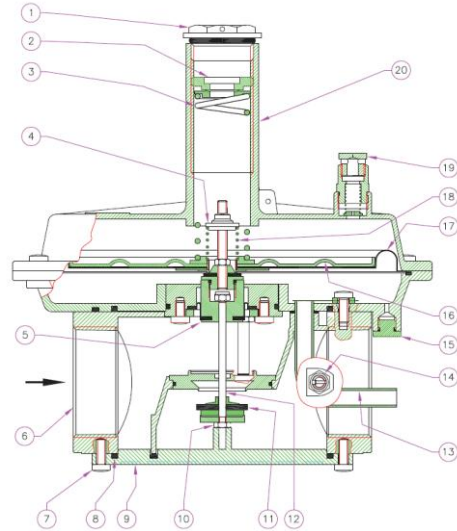

Рис. 2
Регулятор (рис. 2) состоит из: колпачок (1); регулировочный винт (2); пружина регулирования исходящего давления (3); настройка сбросного клапана (4); затвор регулятора (11); корпус (6); винты крепления нижней панели (7); уплотнительное кольцо (8); нижняя панель (9); винт крепления затвора на штифт (10); центральный штифт (12); компенсационная мембрана (5); встроенный импульс (13); штуцер для отбора давления (14); соединение для внешнего импульса G 1/8" (15); рабочая мембрана (16); предохранительная мембрана (17); пружина настройки сбросного клапана (18); сбросное отверстие избыточного давления G ¼ (19); раструб (20).